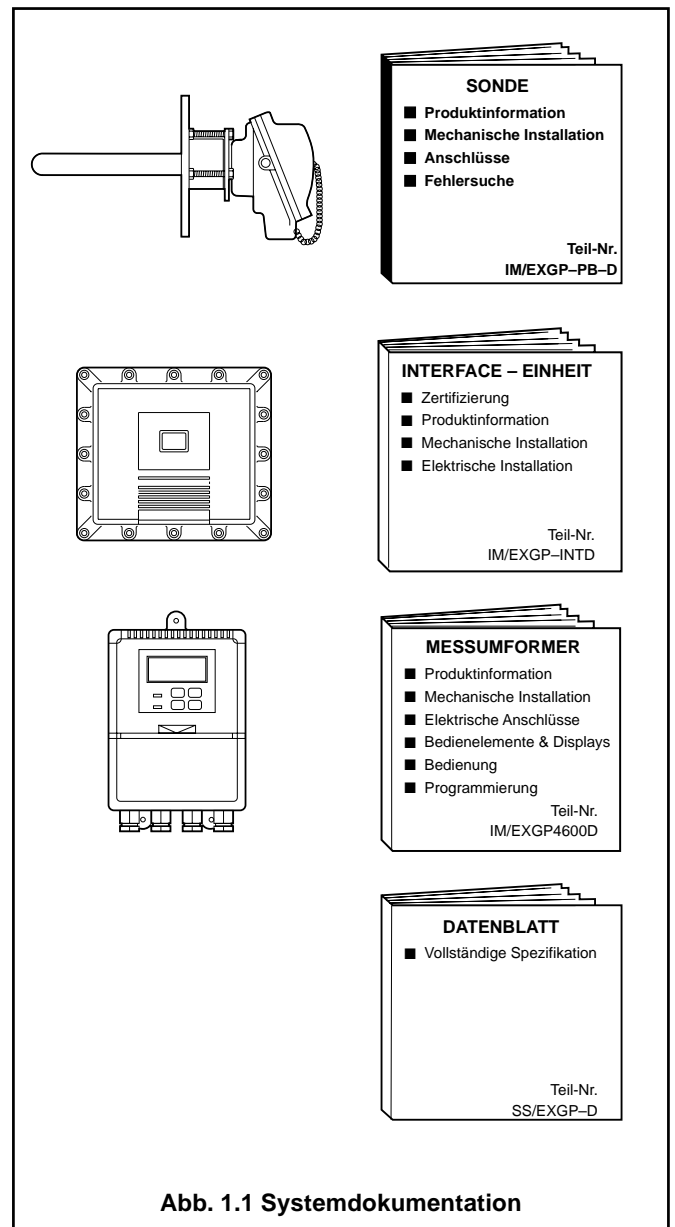

Abb. 1.1 Systemdokumentation
1.1 Dokumentation – Abb. 1.1
Die Dokumentation für das EXGP-Sauerstoffanalyse-System ist in Abb. 1.1 dargestellt.